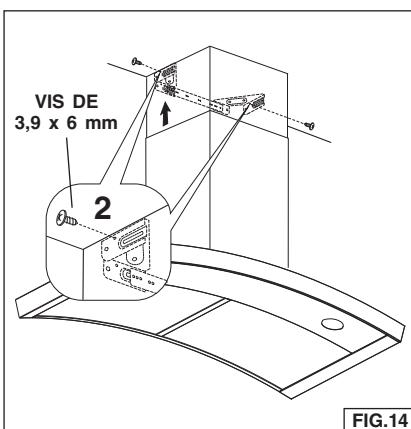

FIG.14
7. Fixez le conduit supérieur à la bride de montage avec (2) vis de 3,9 x 6 mm. Fig. 14.